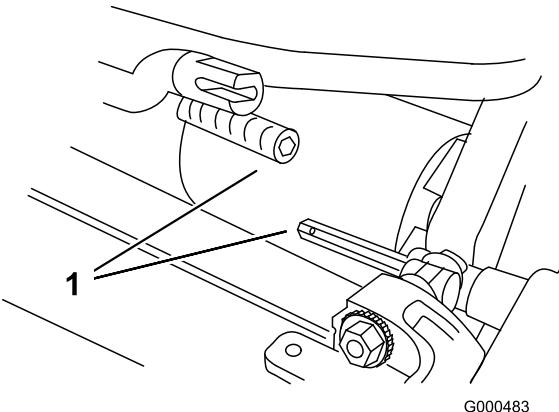

Figura 15
- Tire de la unidad de corte unas 51 mm hacia adelante, y luego a la derecha, para desconectar el acoplamiento de la transmisión (Figura 15).